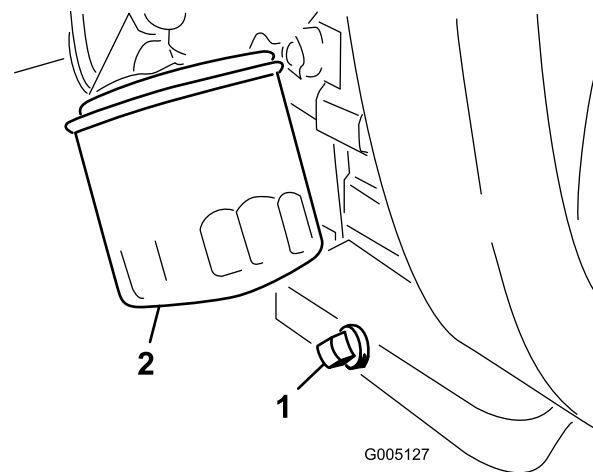

Рисунок 42
1. Снимите сливную пробку (Рисунок 42) и дайте маслу стечь в сливной поддон. Когда масло перестанет течь, поставьте сливную пробку на место.
2. Снимите масляный фильтр (Рисунок 42).